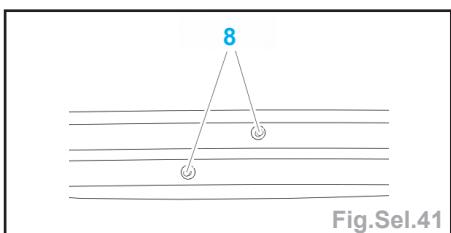

Fig.Sel.41
- Il est nécessaire de changer les arceaux (raidesseurs) de pavillon avant et arrière avec des goujons sertis (8) (Fig.Sel.41).